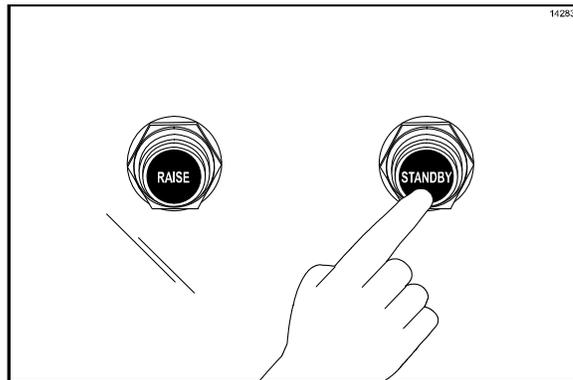

Figura 53
20. Oprima el botón negro STANDBY (Espera) para bajar la placa central. (Vea la figura 53.)